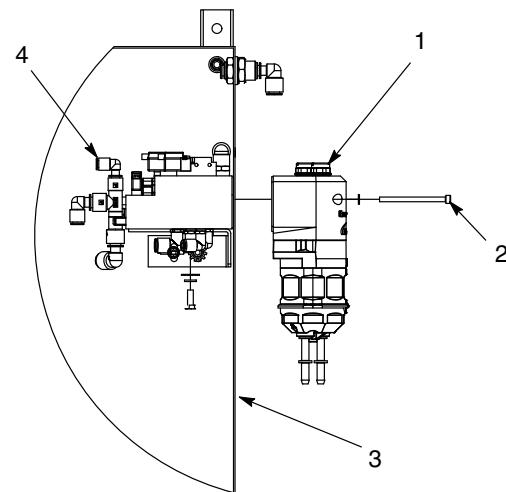

图 10 将泵安装到柜体上
1. 请参见图 10。确保泵（1）的垫圈没有损坏，必要时请进行更换。